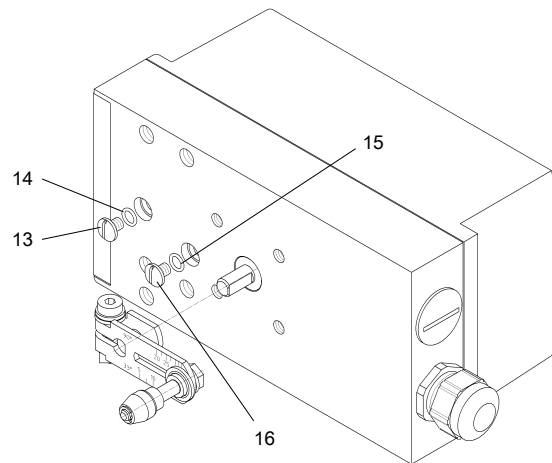

图 10: 定位器上操作杆的安装
2. 图 10：将操作杆推至定位器轴上的限位挡块处，并使用柱头螺丝（6）进行固定。
| 5 | 1 | 操作杆 NAMUR | 适用的行程范围为 3 mm 到 35 mm 或（若行程范围 > 35 … 130 mm，则需单独订购，参见图 10） |